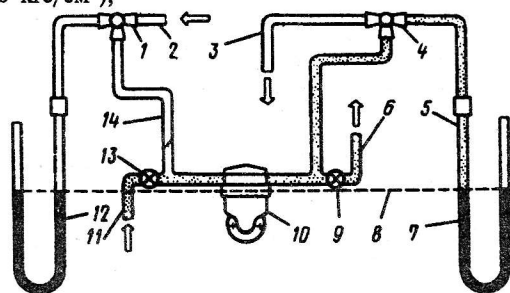

Рис. 35. Схема прибора для проверки топливных насосов:
**Второй способ.** Проверка насоса производится на специальном приборе (рис. 35). Прибор должен обеспечить высоту всасывания и нагнетания 450—500 мм. При проверке на этом приборе топливный насос должен удовлетворять следующим требованиям: